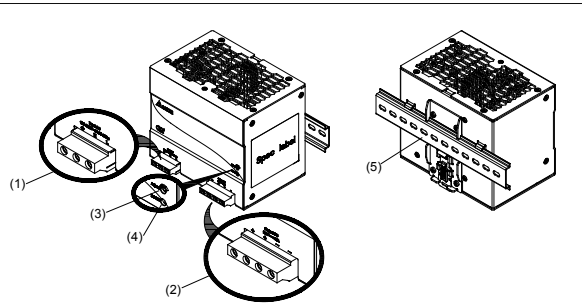
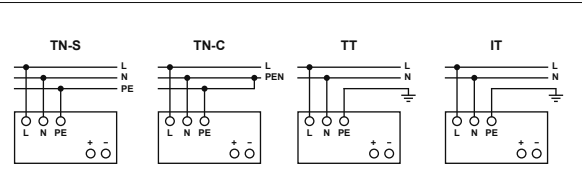

Figure 1
Figure 5
2. Gerätebeschreibung (Abb. 1)
5.1. Anschluss der Eingangsklemmen (Abb. 1 (1), Abb. 5)
5.2. Anschluss der Ausgangsklemmen (Abb. 1 (2))
Verwenden Sie die Schraubklemmen „+“ und „-“, um den 24Vdc-Anschluss herzustellen. Am Ausgang stehen 24Vdc zur Verfügung. Die Ausgangsspannung kann am Potentiometer zwischen 24 und 28Vdc eingestellt werden. Die grüne LED „DC OK“ zeigt die korrekte Funktion des Ausgangs an (Abb. 1 (4)). Das Gerät verfügt über einen Kurzschluss-, Überlast- und Überspannungsschutz, der auf 35Vdc begrenzt ist.